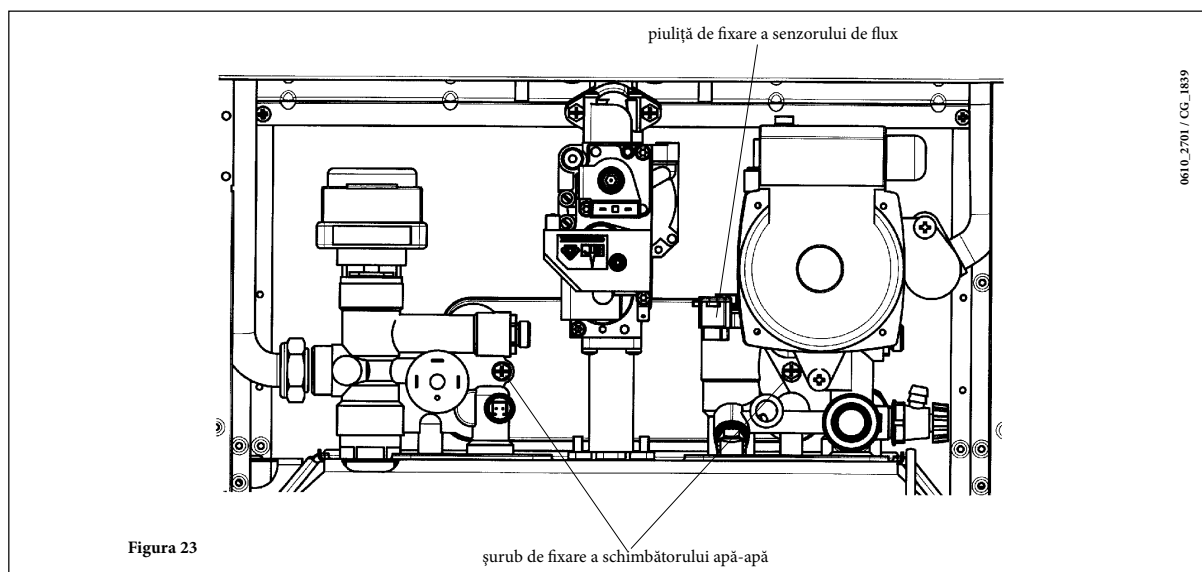

Figura 23
- scoateți cele două șuruburi, vizibile frontal, de fixare a schimbătorului apă-apă și eliberați-l din locașul său (figura 23).
- Desfaceți piulița prezentă pe grupul senzor de flux (figura 23).